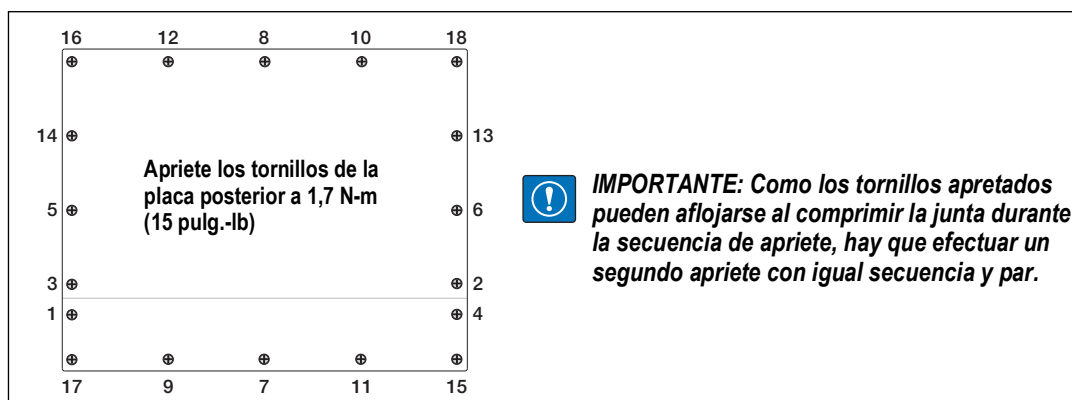

Figura 3-1. 920i Placa posterior de la carcasa
3. Apriete los tornillos a 1,7 N-m (15 pulg.-lb), siguiendo el patrón mostrado en la Figura 3-1, para evitar distorsionar la junta de la placa posterior.
4. Vuelva a instalar la placa posterior, consulte la Figura 3-1 en la página 13.